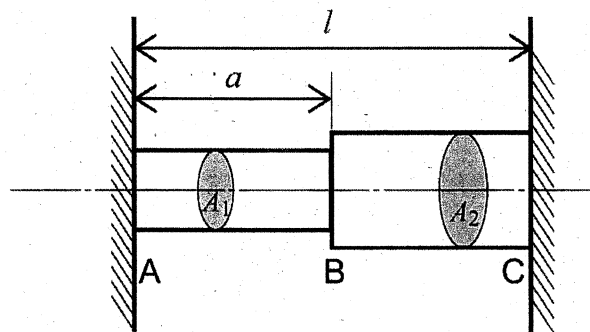

図1
1. 図1に示すような段付き丸棒を考える. 丸棒のAB間の断面積を A_1 , BC間の断面積を A_2 とし, AB間の長さを a , AC間の長さを l とする. この段付き丸棒が図1のようにAおよびCで剛体壁に無理なく固定されるものとする. この状態から温度を T だけ上昇させる. ただし, 段付き丸棒を構成する材料のヤング率を E , 線膨張係数を α とする. なお, 内力と応力の符号は引張りを正とすること.